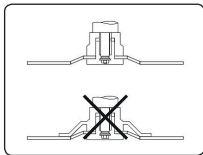

Figura 2
- g) Discos con centro rebajado y de diámetros de 100 a 230 mm deben ser montados en bridas con diámetros iguales (figura 2).